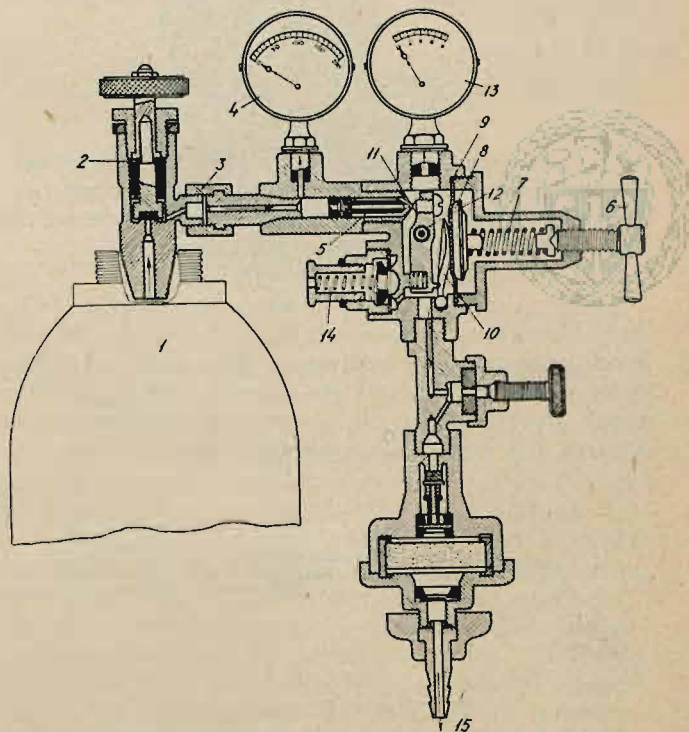

Fig. 11. Zawór redukcyjny z przeniesieniem dźwigowem.
Przymocowanie zawory redukcyjnej do wentyla, uskutecznia się przy pomocy naśrubka (3) (fig. 11). Gaz przedostaje się kanałem do manometru (4) wskazującym ciśnienie w butli. Przez zakręcenie śruby stawidłowej (6) popycha sprężyna (7) przeponę gumową (9) zapomocą talerzyka metalowego (8), naciskając na dźwignię (12), przez co dysza (11) zostanie otwarta. Gaz napływający do komory niższego ciśnienia uchodzi z butli tak długo, póki ciśnienie działające na przeponę gumową (9) nie zgnie sprężyny (7), a dźwignia (12) zamyka z powrotem dyszę (11). Celem powstrzymania napływu nadmiernej ilości